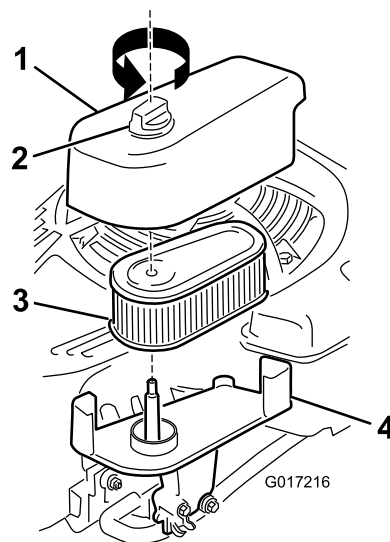

Bild 28
1. Lösen Sie die Befestigung und nehmen Sie die Luftfilterabdeckung ab (Bild 28).